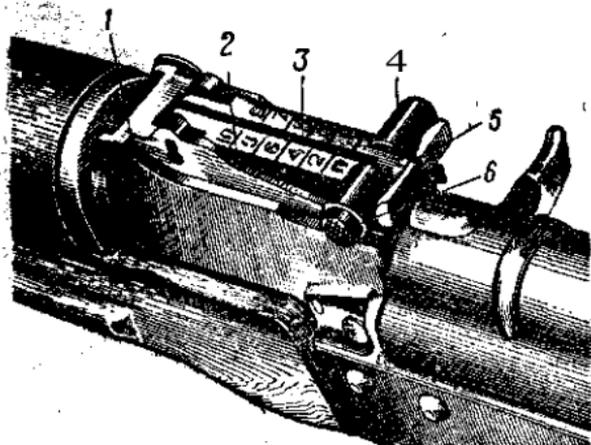

Рис. 28. Прицел:
**Прицел** (рис. 28) состоит из колодки прицела, пластинчатой пружины, прицельной планки и хомутика.